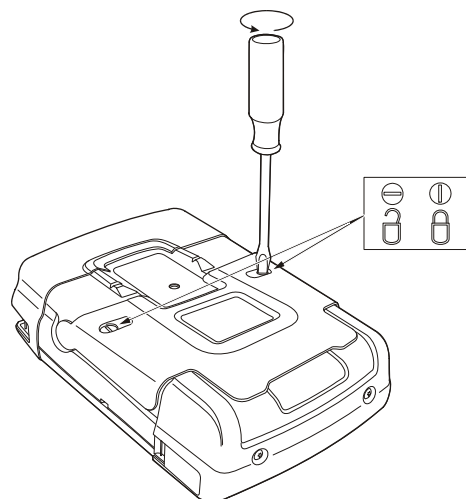

图 4-3. 解锁电池盖
- 解锁分析仪后部的电池盖（按照逆时针方向旋转螺钉四分之一圈，如图 4-3 所示）。